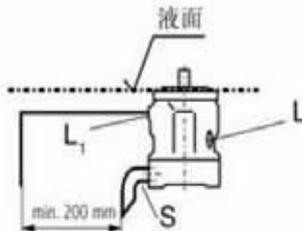

图 1
a) 当油箱的最低液面和泵的安装法兰面同高或更高时，将“L”口堵死而将“L1”和“S”打开；推荐“L1”和“S”口如图1接上管道。